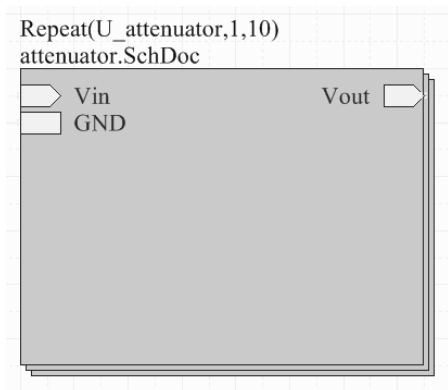

图 5-3-5 生成十路 π 型衰减器电路模块
- (6) 将对话框中 Designator 文本框里的内容修改为 Repeat(U_attenuator,1,10)，单击【OK】按钮，此时模块变为如图 5-3-5 所示的样子。这里的 Repeat 语句表示复制生成 10 个 U_attenuator 模块。